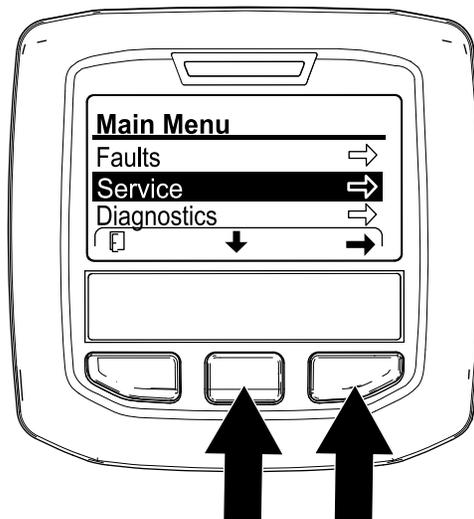

Figure 130
2. Dans l'InfoCenter, naviguez jusqu'au MENU PRINCIPAL (Figure 130).